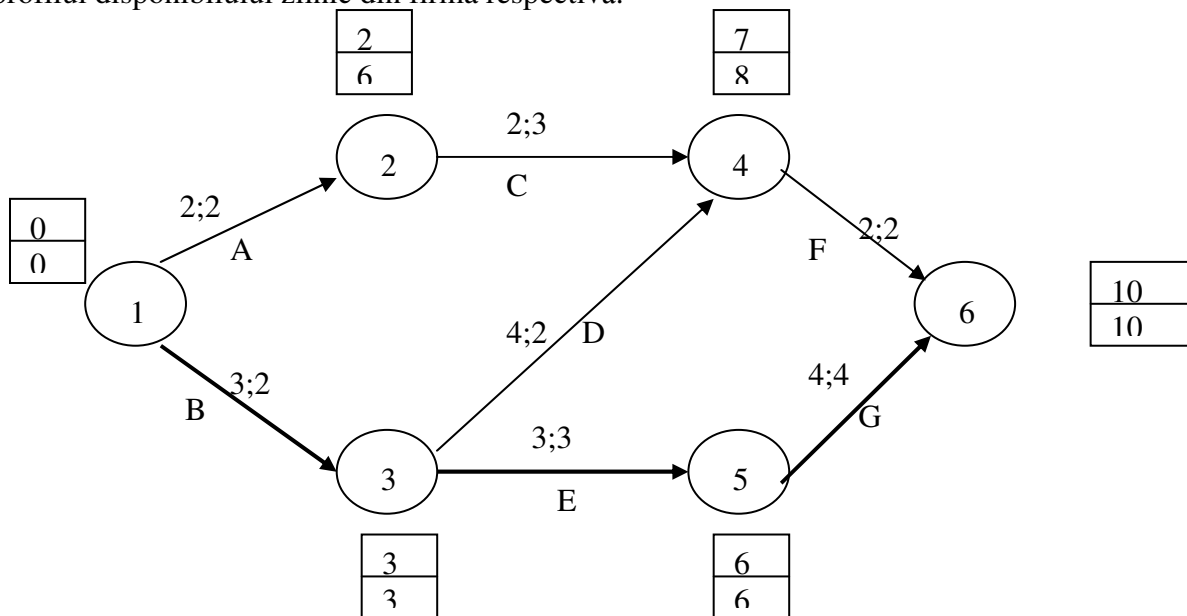
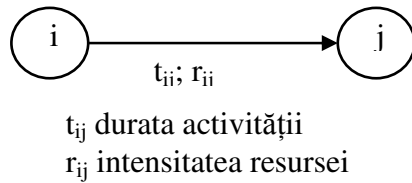

Fig. 4.6 Rețeaua proiectului
Fig. 4.7 Dependența între două evenimente ale proiectului
Fie proiectul reprezentat în rețeaua din Fig.4.6, având necesarul unui anumit tip de resursă, înscris deasupra fiecărui arc al activităților. Intensitatea resursei necesare fiecărei activități, este precedată de durata activității, (Fig.4.7)
**Tabelul 4.6** ilustrează diagrama Gantt a proiectului reprezentat prin intermediul rețelei din Fig 4.6.